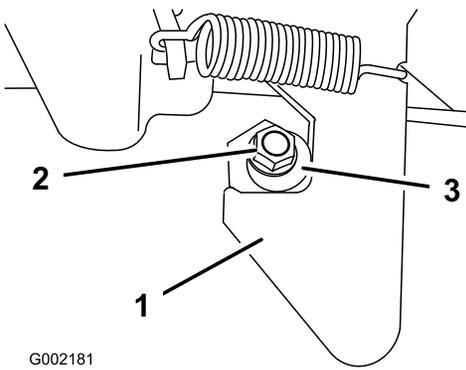

Figure 19
1. Desserrez l'écrou au bout du montant de verrouillage (Figure 19).
2. Tournez le montant dans le sens horaire jusqu'à ce qu'il soit bien serré contre le verrou, puis serrez l'écrou (Figure 19).